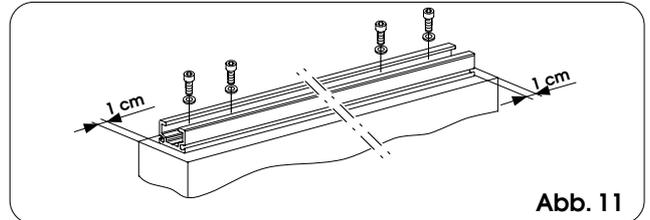

Abb. 11
- Das Profil für die Befestigung der Flügel auf den oberen Teil des Flügels montieren. Dabei sind geeignete Schrauben zu verwenden und die in Abb. 11 aufgeführten Maße zu berücksichtigen.